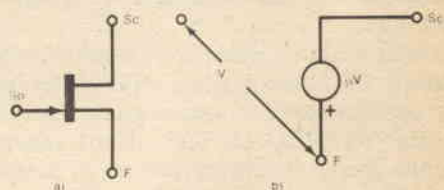

Fig. 23
tensione in C rispetto ad E. Soluzione: per  $I_B = 1$  mA,  $h_{FE}I_B = 50 \times 10^{-3}$  A. Quindi,  $V_{CE} = -50 \times 10^{-3} \times 1.000 = -50$  V. La ragione del segno meno è che la corrente di 50 mA scorre da C e la tensione è rilevata in C rispetto ad E. Il transistor ad effetto di campo (FET) della fig. 23-a può essere rappresentato, in certe condizioni di funzionamento, dal
semplice modello della fig. 23-b. Si noti che il valore della sorgente dipendente di tensione,  $\mu V_{SoF}$ , dipende dalla tensione tra la porta So e la sorgente F del dispositivo.
**Esempio 21** - Se nella fig. 23-b,  $\mu = 20$  e  $V_{SoF} = 1$  V, trovare la tensione in So rispetto a F. Soluzione: la tensione sul terminale Sc rispetto al terminale F è:  $V_{ScF} = -20 \times 1 = -20$  V.